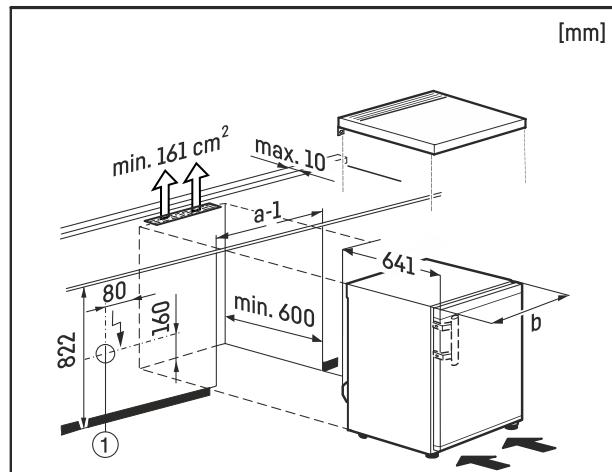

Fig. 8
Vtičnica Fig. 8 (1) mora biti pri tem lahko dostopna in izven ploskve, ki jo pokriva hrbitna stran naprave.